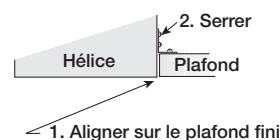

Figure 5 — Supports de fixation réglables
4. Dans les bâtiments à ossature bois, placer l'appareil entre les solives. Placer les supports de fixation de manière à aligner le bord inférieur du caisson sur le plafond fini, puis serrer les supports de fixation réglables, voir Figure 5.